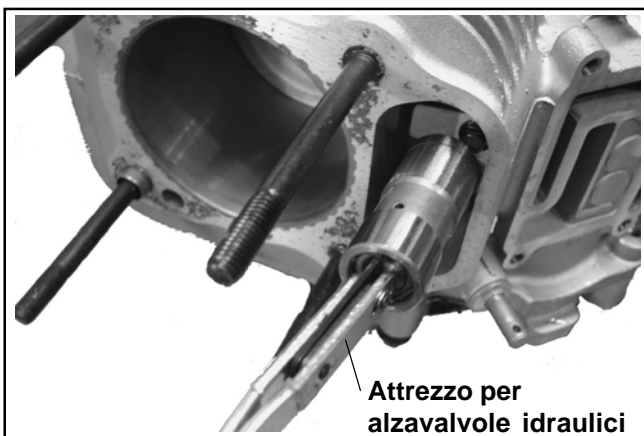

Figura 9-38. Rimozione degli alzavalvole idraulici.
4. Rimuovere gli alzavalvole dai relativi fori. Utilizzare l'attrezzo per alzavalvole idraulici (SPX codice KO1044). Non utilizzare un magnete per rimuovere gli alzavalvole. Notare la posizione degli alzavalvole (aspirazione o scarico, cilindro 1 o 2). Gli alzavalvole idraulici devono sempre essere reinstallati nelle stesse posizioni. Vedere Figura 9-38.